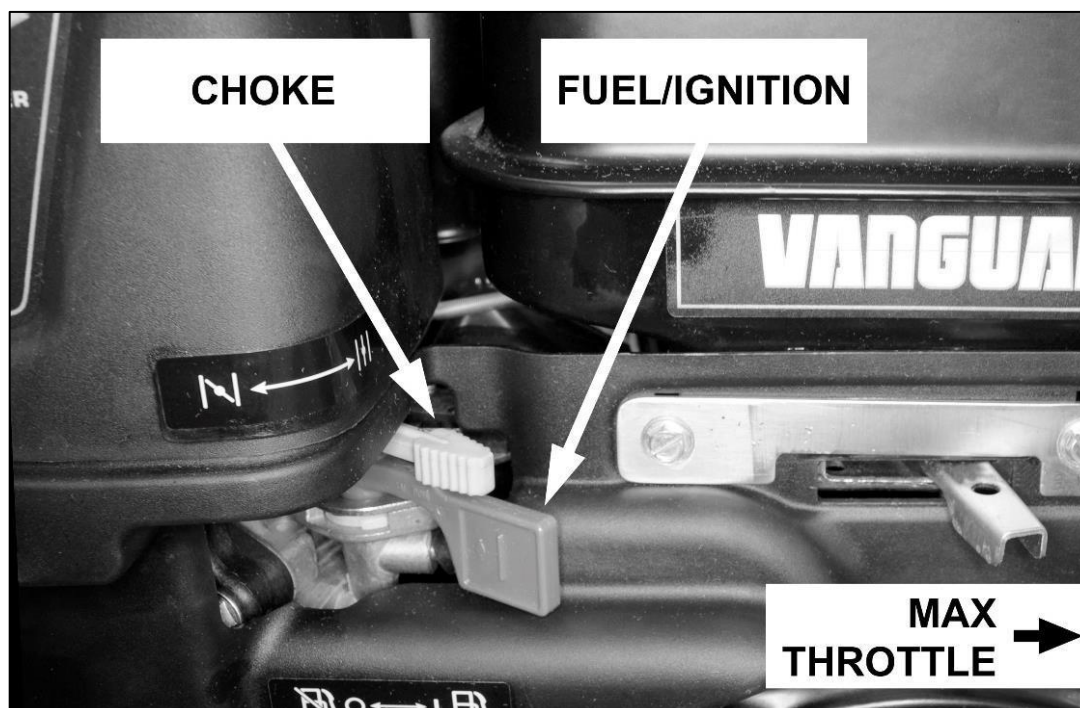

Fig. 3 - Controles del motor
2. Mueva la palanca roja combinada **Fuel/ignition** a la posición totalmente ABIERTA/OPEN (I) - vea la Fig. 3.
3. Coloque la palanca gris del **estrangulador (Choke)** en la posición ABIERTO (I).
4. Mueva el interruptor **Engine** en la caja de control a la posición START hasta que el motor arranque y luego deje que el interruptor vuelva a la posición central RUN. Alternativamente, el motor puede ser arrancado por el interruptor START (I) accionado por llave en el motor o por medio del cordón de arranque manual. Si utiliza el arranque manual, coloque la palanca **Choke** en la posición CERRADO (I) y tire de la cuerda de arranque del motor para arrancarlo. Tenga en cuenta que no debe tirar completamente de la cuerda. La cuerda o el mecanismo de arranque podrían dañarse si se tira de la cuerda hasta el tope. Al arrancar el motor, tire lentamente de la cuerda de arranque hasta sentir resistencia, deje que la cuerda se retraiga y luego tire rápidamente para evitar el retroceso. Después de unos 10 segundos, mueva lentamente la palanca **Choke** a la posición ABIERTO (I).